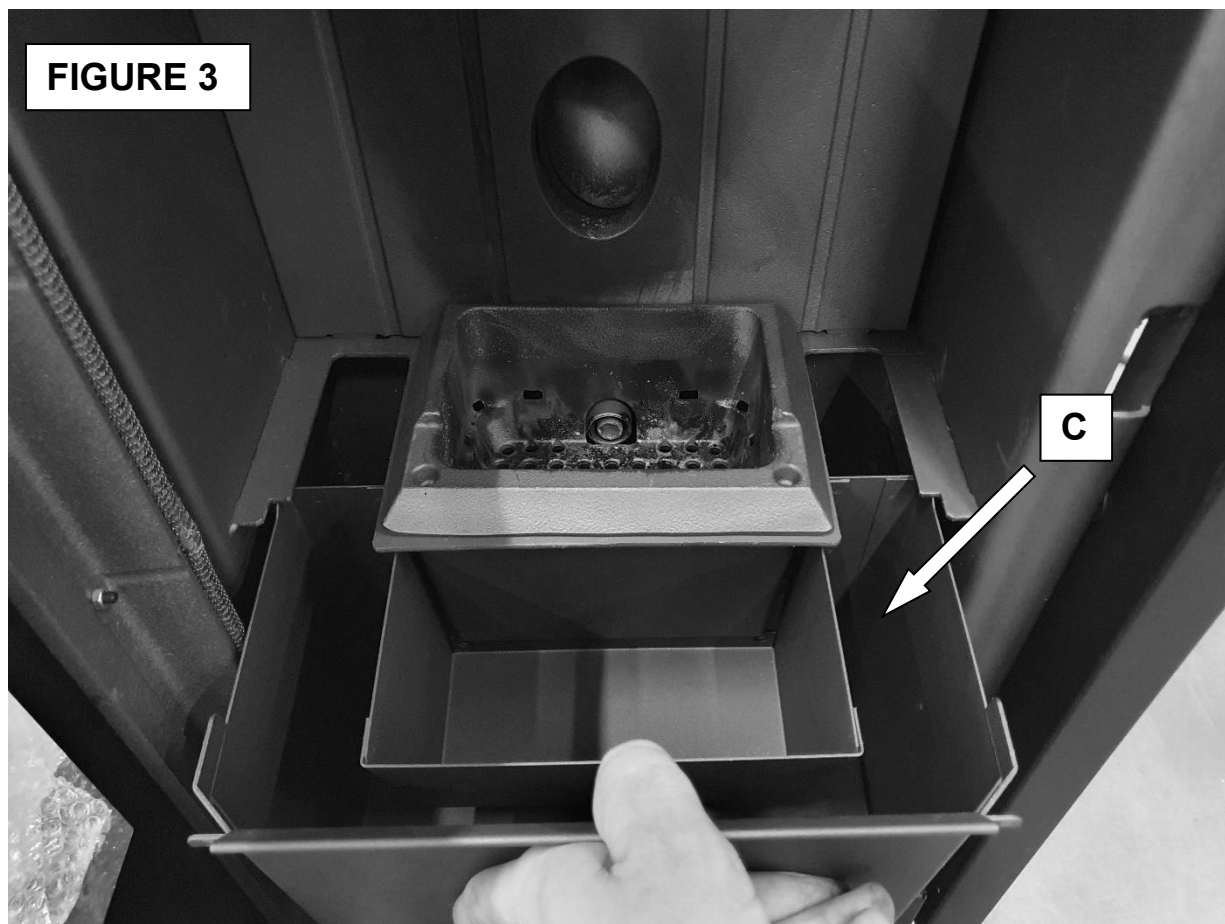

FIGURE 4
- Extraire le brasero **B** et aspirer les cendres du compartiment **C1** (Figure 4).